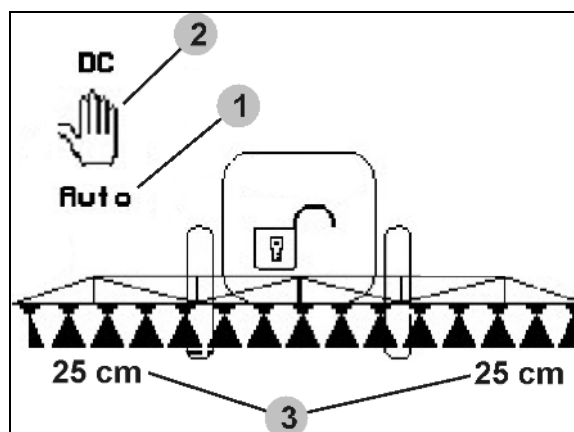

Fig. 73
- Når automatisk drift er tilkoblet, vises symbolet **Auto** (Fig. 73/1) på displayet. Maskinens computer overtager reguleringen af afstanden sprøjtedyse-bevoksning.
- I manuel drift vises symbolet (Fig. 73/2). DistanceControl er deaktiveret. Du kan regulere afstanden sprøjtedyse-bevoksning manuelt via hældnings- og højdejustering.
- Aktivér : Afstanden sprøjtedyse-bevoksning vises i arbejdsmenuen (Fig. 73/3).